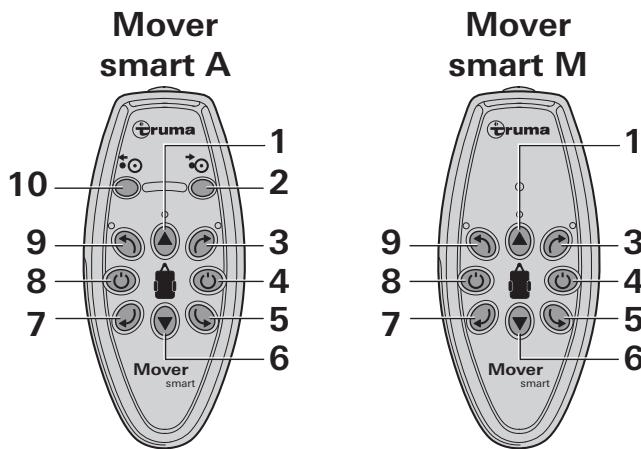
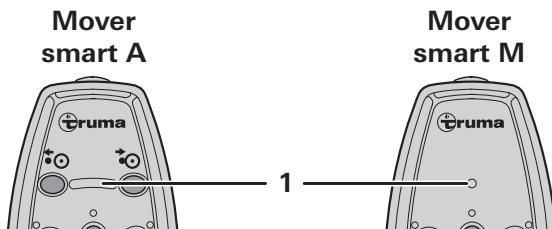

Bild 2
Bild 6
- Tryck på knappen (bild 2 - 8) på fjärrkontrollen tills lysdioderna tänds (bild 6 - 1).
- Knappen "Av" (bild 2 - 4) på fjärrkontrollen används även som nødstoppsbrytare. Vid avvikande beteende, t.ex. att Movern rör sig okontrollerat, måste knappen "Av" tryckas in med en gång.
- Styr husvagnen i önskad riktning med riktningsknapparna (bild 2 - 3/5/6/7/9).
i Om riktningsknapparna som sitter mitt emot varandra trycks in samtidigt (bild 2 - 5/9 eller 3/7) roterar husvagnen runt sin egen axel i motsvarande riktning.
- Under färd (framåt/bakåt) kan körriktningen ändras med hjälp av riktningsknapparna (bild 2 - 3/9 och 5/7).
- Tryck på knappen (bild 2 - 4) på fjärrkontrollen. LED-belysningen släcks.